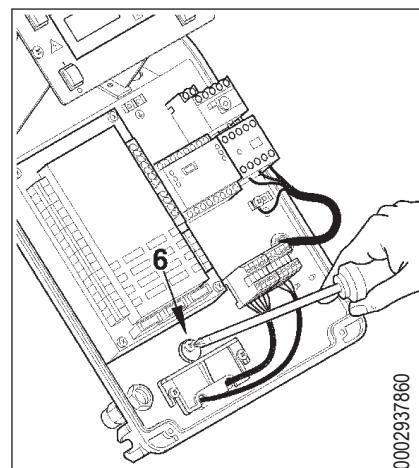

Abbildung 3
- Die Zugentlastung (Abb. 3) wieder anbringen. Den Exzenter (6) so drehen, dass die Zugentlastung (3) einen angemessenen Druck auf die beiden Kabel ausübt. Dann die Schrauben zur Befestigung der Zugentlastung festziehen. Die beiden 7- und 4-poligen Steckverbindungen anschließen.